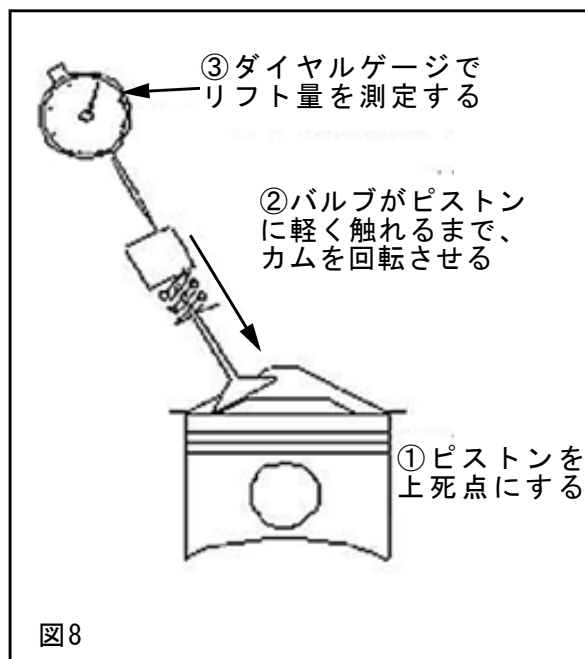

図8
- (1) 第1気筒の吸気バルブがリフトしていない状態で、吸気側リフターにダイヤルゲージをセットしてください。【図8】
- (2) クランクを回転させ、ピストンを上死点にしてください。
- (3) Vカムをゆっくり回転させ、手応えのあった時点で、ダイヤルゲージのリフト量を確認してください。
- (4) Vカムを逆に回し、元の位置に戻してください。
- (5) ダイヤルゲージがスタート位置に戻ったことを確認してください。
- (6) 測定したリフト量が**6.7mm以上**あることを確認してください。
- (7) ダイヤルゲージを取外し、排気カムを取付けてください。